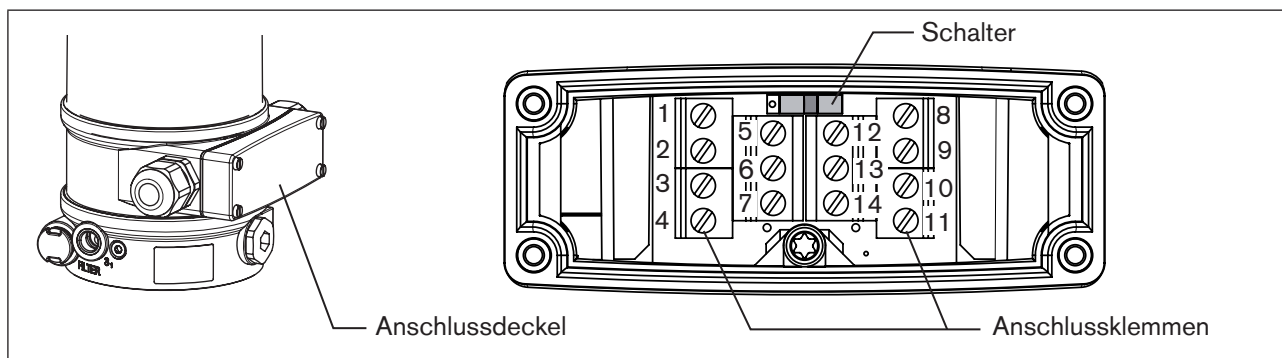

Bild 32: Anschluss Kabelverschraubung
** Der Schalter befindet sich unter dem Anschlussdeckel (siehe „Bild 32: Anschluss Kabelverschraubung“)